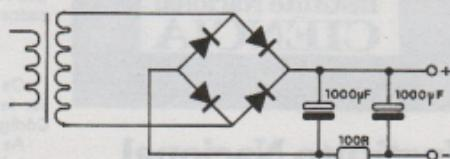

FIGURA 1
1. O leitor MURILO MENDES FONSECA de Taubaté - SP montou o intercomunicador da revista 143, mas usou uma fonte de alimentação cujo circuito é dado na figura 1. O leitor se queixa que, ao acionar a chave de câmbio, o aparelho demora um certo tempo para restabelecer-se. Como solucionar?